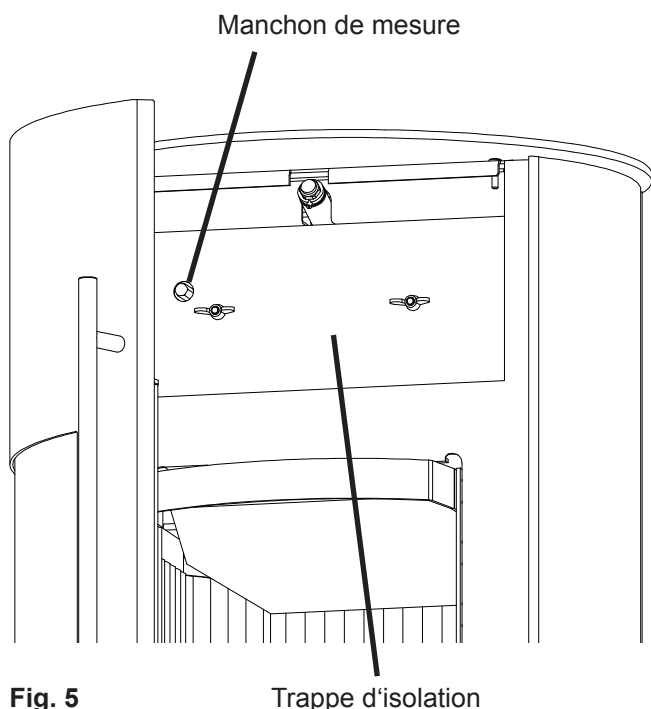

Fig. 5
- Dévisser la trappe d'isolation au-dessus de l'ouverture du foyer (2 écrous papillons, Fig. 5).